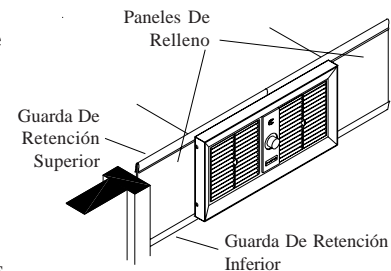

Fig. 3
Coloque dos guardas de retención en la parte inferior de la pestaña del cuello y ajústelas al ancho de la ventana. Corte las guardas si es necesario. Éstas sujetan a los paneles de relleno (fig. 3).
• **Instale los paneles de relleno.** Coloque un panel de relleno a cada lado de la rejilla y dentro de la banda de retención situada en la parte inferior de la rejilla. Coloque las otras guardas de retención en la parte superior de la pestaña del cuello y los paneles de relleno. Compruebe que los paneles queden bien ajustados contra el cuello. (Véase Fig. 3).